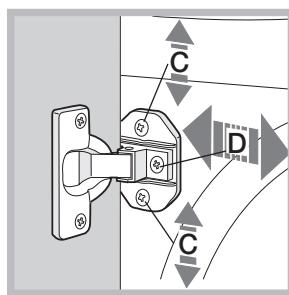

Abb. 7
- Drehen Sie die Schrauben C und D wie in Abb. 7 angegeben, um die Position des Holzpaneels in vertikaler und horizontaler Richtung einzustellen.